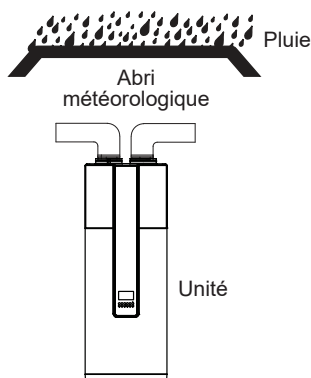

Fig. 3-13
- Si la pluie pénètre dans les composants internes de l'unité, ceux-ci risquent d'être endommagés ou de présenter un danger physique. (Fig. 3-13)
- En ce qui concerne le raccordement de l'unité à un conduit allant vers l'extérieur, une mesure fiable de résistance à l'eau doit être mise en place sur le conduit, afin d'empêcher l'eau de tomber à l'intérieur de l'appareil. (Fig. 3-13)